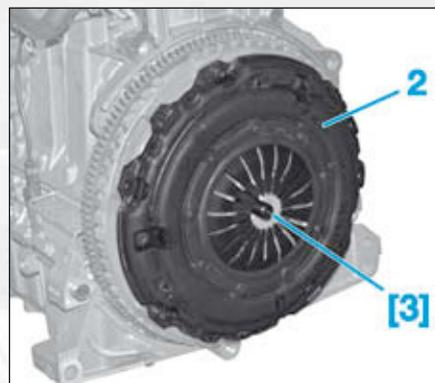

FIG.4
- Reposer le mécanisme d'embrayage (2) (Fig.4).